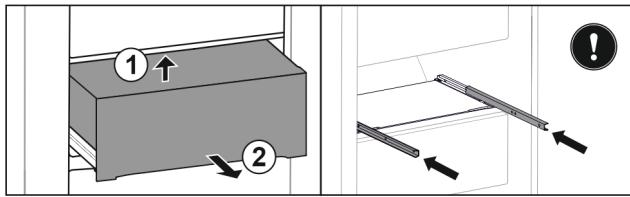

Fig. 148
- Nadvihnite zásuvku zospodu dozadu. Fig. 148 (1)
- Odoberte zásuvku dopredu. Fig. 148 (2)